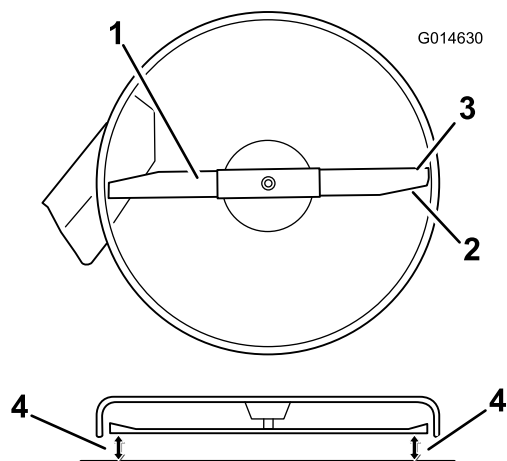

Figure 49
4. Faites pivoter les lames avec précaution pour qu'elles soient toutes parallèles (Figure 49).
5. Mesurez la distance entre les tranchants extérieurs et le sol plat (Figure 49). Si les deux mesures diffèrent de plus de 5 mm, un réglage s'impose. Poursuivez la procédure.